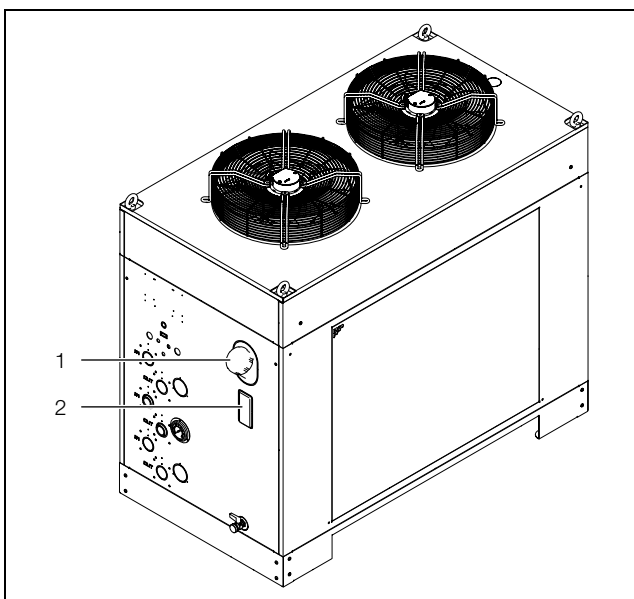

Fig. 25: Riempimento con mezzo frigorifero
- Riempire il chiller di fluido frigorifero mediante il bocchettone di rifornimento (fig. 25, pos. 1) della vasca.
- Controllare il livello del liquido nel contenitore attraverso l'apertura presente nella copertura (fig. 25, pos. 2). Se viene visualizzata l'avvertenza «livello basso», è necessario rabboccare nuovamente le seguenti quantità di mezzo frigorifero: